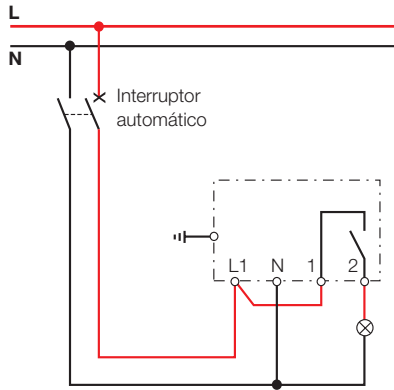

Fig. J10-296: esquema de conexonado de los detectores de movimiento CDM o CE30.
- Esquema de la Fig. J10-296 de la página siguiente. El CDM y el CE30 vigilan y controlan la permanencia de alumbrado en un sector.